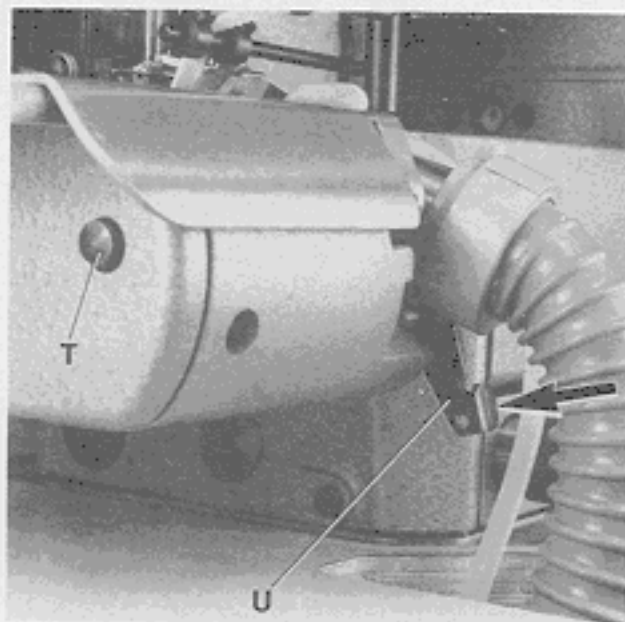

Fig.54
Press lever (U, Fig. 54) in direction of the arrow as far as it will go. Then press slightly the push button (T) on the front of the cylinder. Now release lever (U) so it will move very slowly against the direction of the arrow until the slightly pressed push button (T) engages. This locks the upper knife in its lowest position and the fabric undertrimmer is disengaged. A short tip on lever (U) engages the trimmer again.
Drücken Sie den Hebel (U, Fig. 54) in Pfeilrichtung bis zum Anschlag. Dann drücken Sie leicht auf dem Druckknopf (T) an der Stirnseite des Zylinders. Nun lassen Sie den Hebel (U, Fig. 54) los, so daß er sich ganz langsam entgegen der Pfeilrichtung bewegt bis der leicht gedrückte Knopf (T) einrastet. Das Obermesser wird dadurch in einer unteren Stellung festgehalten und der Stoffkantenunterschneider ist ausgeschaltet. Kurzes Antippen des Hebels (U) schaltet den Kantenschneider wieder an.